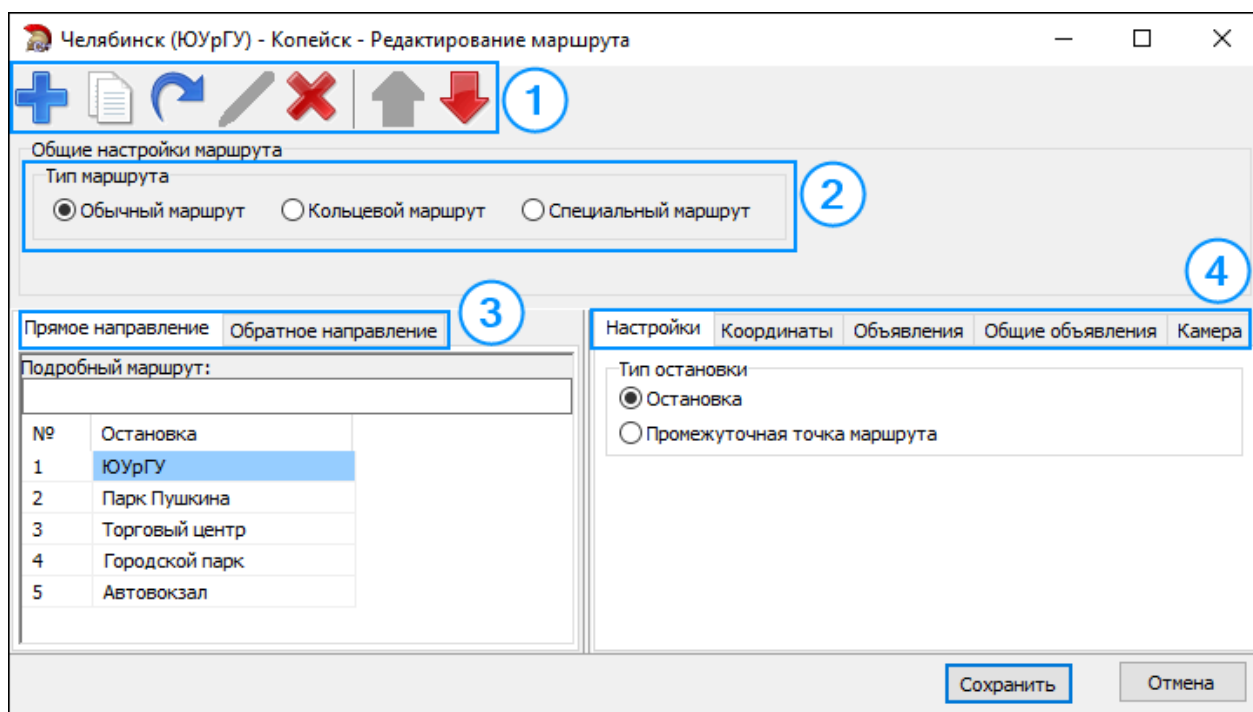

Рис.61. Меню «Редактирование маршрута»
5. Для редактирования точек маршрута следует выделить в списке нужный маршрут и выберите в меню пункты *Маршрут | Редактировать* или нажмите кнопку «**Редактировать выделенный маршрут**» на панели инструментов. Откроется меню «Редактирование маршрута» (**Рис.61**).
6. В меню «Редактирование маршрута» добавьте новую остановку, нажав кнопку «**Добавить остановку**» на панели инструментов (**Рис.61, п.1**).
7. Выберите тип маршрута: обычный или кольцевой (**Рис.61, п.2**). Отличие обычного маршрута от кольцевого заключается в том, что для кольцевого маршрута последняя остановка не дублируется.
- Выберите направление маршрута: прямое или обратное (**Рис.61, п.3**). В маршрут достаточно добавить остановки только одного направления, а маршрут противоположного направления создать из имеющегося с помощью кнопки **«Копировать прямое направление в обратное»** или **«Копировать обратное направление в прямое»** на панели инструментов.
- Настройте свойства для каждой добавленной остановки. Свойства остановок расположены на отдельных вкладках в правой части меню **«Редактирование маршрута»** (**Рис.61, п.4**).